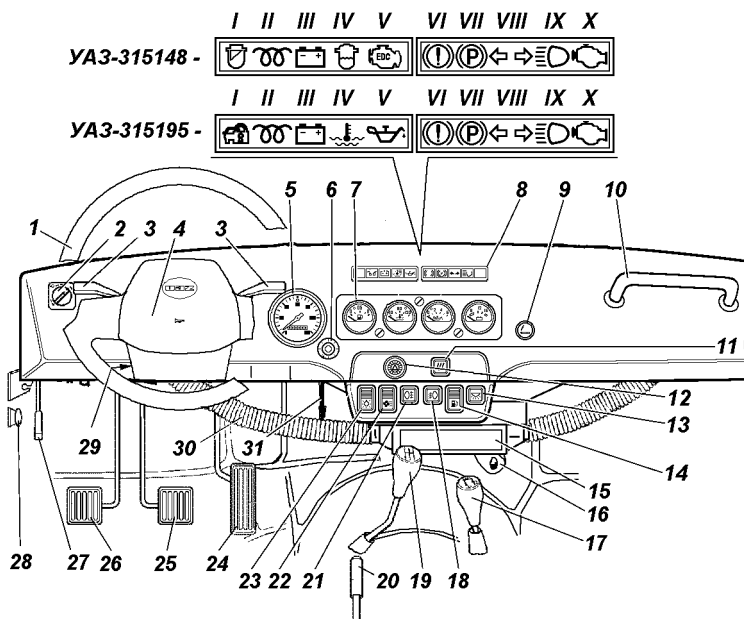

Рис. 3.1. Органы управления и оборудование места водителя
Расположение органов управления и оборудование места водителя показано на рис. 3.1:
**8 -блок контрольных ламп** (рис. 3.1). Контрольные лампы зеленого и синего цвета информируют водителя о нормальном функционировании включаемой системы. Лампы оранжевого цвета предупреждают водителя о необходимости принятия мер для обеспечения дальнейшей нормальной работы автомобиля. Лампы красного цвета предупреждают водителя о необходимости немедленного принятия мер, предотвращающих аварийную работу агрегатов, обеспечивающих безопасность автомобиля;